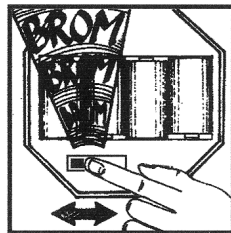

Fig. 20
Då apparaten sätts igång (**Fig. 20**) ger den först ifrån sig en längre brumsignal. Därefter påbörjas intervallprogrammet, vars slumpvalsmässighet garanterar att gnagarna inte vänjer sig vid ljudet.
a) Test av att batteristrommen går fram sker medelst intryckning av knapp (3) **då enheten är avstängd**. Skulle lampan inte lysa grönt går inte strömmen fram (glappkontakt – tillblockad kontaktbleck eller kabelbrott) eller så är batterierna slut.
b) Vid varje igångsättning (Fig. 20) avger apparaten ett längre brummande, varvid dess funktioner automatiskt kontrolleras.